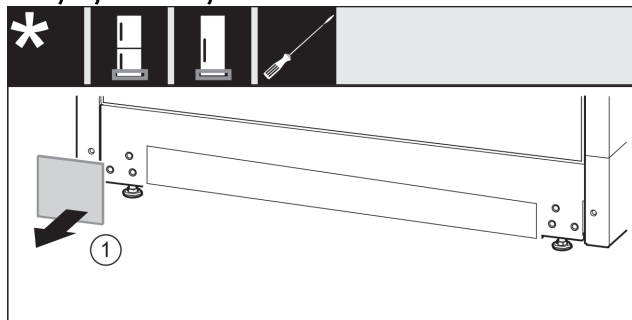

Fig. 18
- ▶ Αφαιρέστε το κάλυμμα Fig. 18 (1).